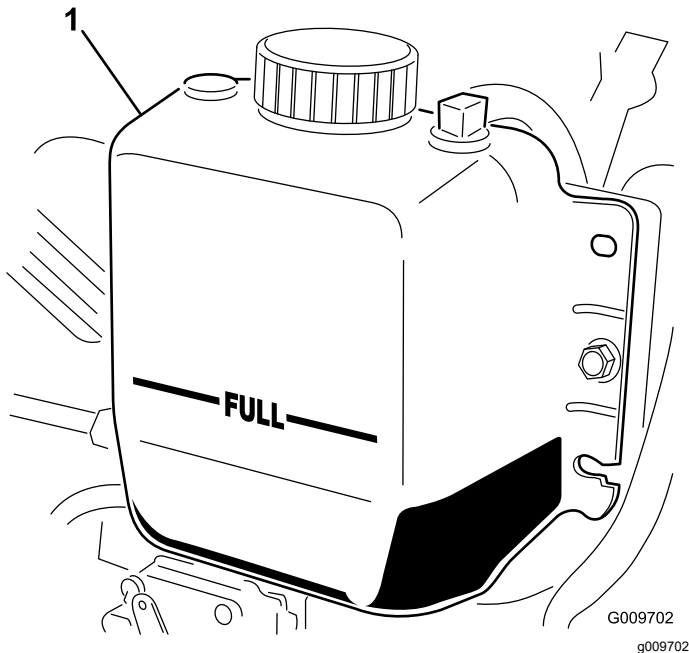

Figura 74
3. Compruebe el nivel de refrigerante del radiador. El radiador debe llenarse hasta la parte superior del cuello de llenado, y el depósito de expansión debe llenarse hasta la marca LLENO (Figura 74).